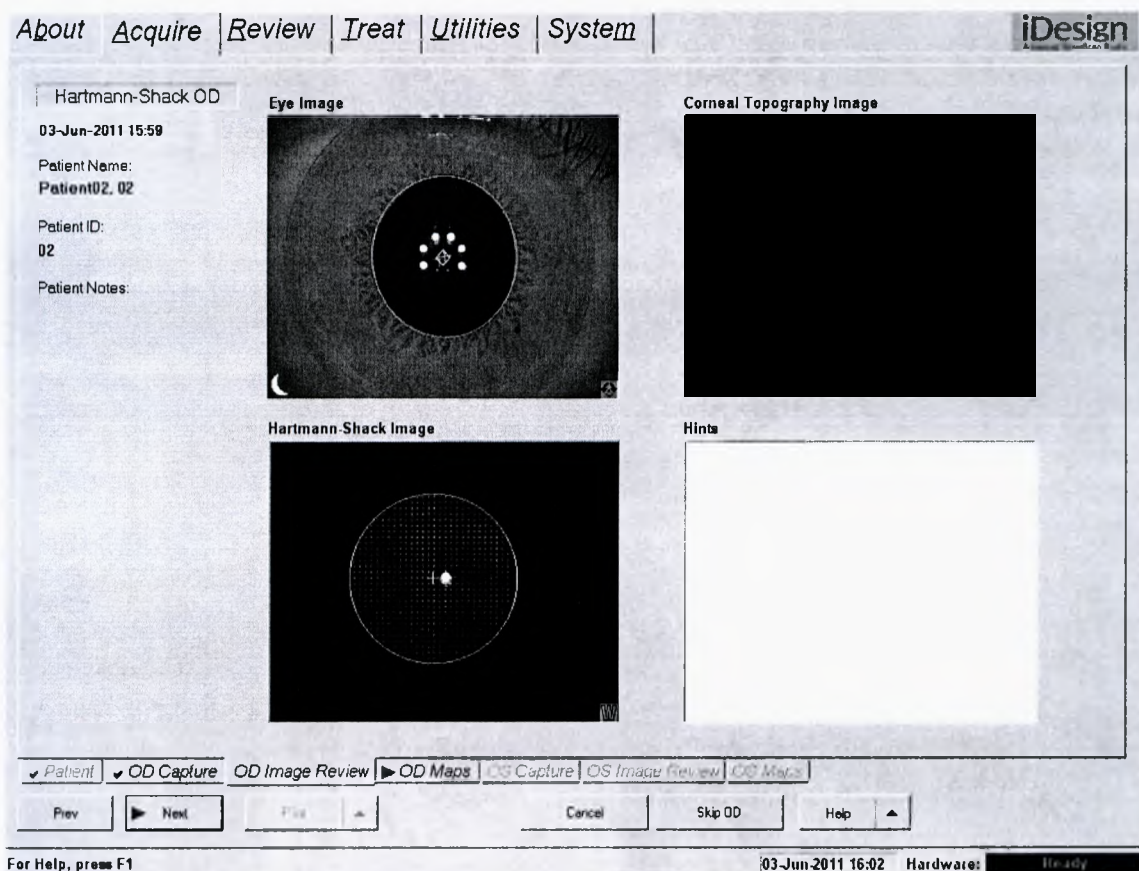

Figure 8.16 – Вкладка **Acquire** (Получение), подвкладка **OD Image Review** (Просмотр изображения ОД), изображение Шака-Гартмана и изображение поверхности роговицы
6. Просмотр полученного изображения ОД Шака-Гартмана и изображения поверхности на экране **OD Image Review**(Просмотр изображения ОД) (Рисунок 8.16).